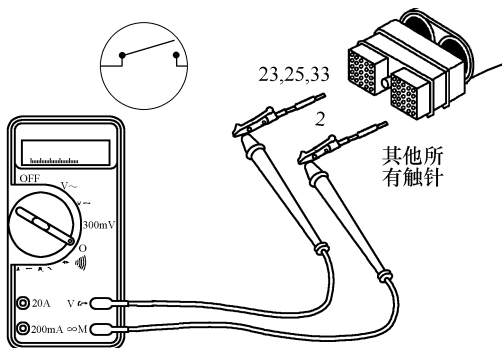

图 5-65 分别测量触针 23、25、33 与该插头中其他所有触针间的电阻
② 断开横隔板线束插头，分别测量 ECM 插头触针 23、25、33 与机体间的电阻，均应大于 $100\text{k}\Omega$ 。如果电路不是开路，应检查车辆侧横隔板插头是否对地短路。
(3) 检查触针之间是否短路
① 分别测量 ECM 插头触针 23、25、33 与该插头中其他所有触针之间的电阻(图 5-65)，均应大于 $100\text{k}\Omega$ 。如果电路不是开路，应检查横隔板插头触针间是否短路。
② 断开横隔板插头，分别测量 ECM 上插头触针 23、25、33 与该插头中其他所有触针之间的